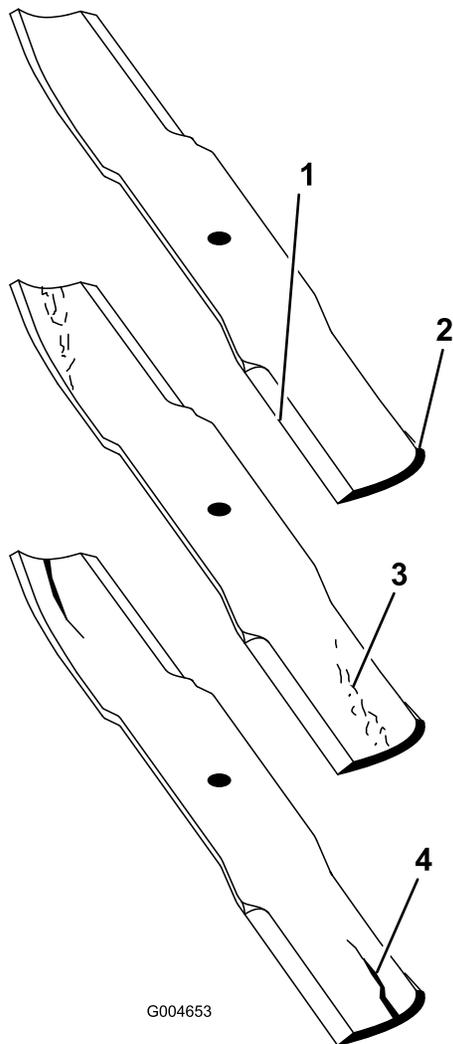

Figura 83
2. Verificate accuratamente i taglienti, con particolare attenzione ai punti d'incontro delle sezioni piatta e curva della lama (Figura 83). Sabbia e materiali abrasivi possono consumare il metallo che connette le sezioni piatta e curva della lama, per cui si consiglia di controllare la lama prima di usare il tosaerba. Se riscontrate segni di usura (Figura 83), sostituite la lama.